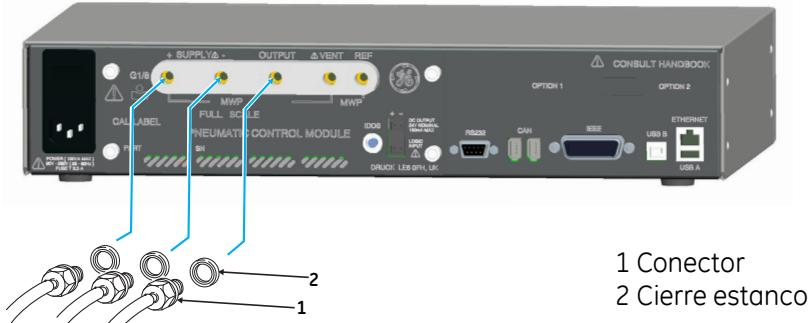

Figura 2-1. Conexiones neumáticas
- El módulo con mayor capacidad de presión se instala en la posición derecha del módulo 1, visto dese la parte trasera del producto. Consulte la (figura 2-1)